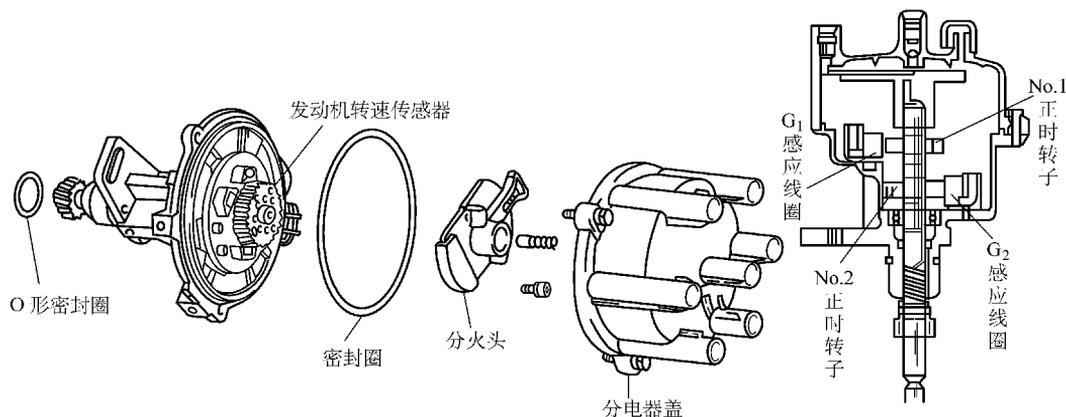

图 3-9 分电器内的磁电感应式发动机转速传感器
1) 磁电感应式传感器正时转子多为 24 个齿，即 24 个 NE（发动机转速）信号，每个 NE 信号为凸轮轴 15° 转角，相当于曲轴的 30° 转角。装在分电器内的磁电感应式传感器，只负责提供发动机转速信号，不负责点火提前角。磁电感应式传感器信号传递的精度和稳定性主要取决于正时转子和感应线圈凸出部位的气隙。不同发动机该部位的气隙略有不同，一部分为 $0.2 \sim 0.4\text{mm}$ ，另一部分为 $0.3 \sim 0.5\text{mm}$ 。如气隙不合格，必须更换分电器总成。磁电感应式发动机转速传感器通常和霍尔式凸轮轴位置传感器装在一起。装在分电器内的磁电感应式传感器见图 3-9。